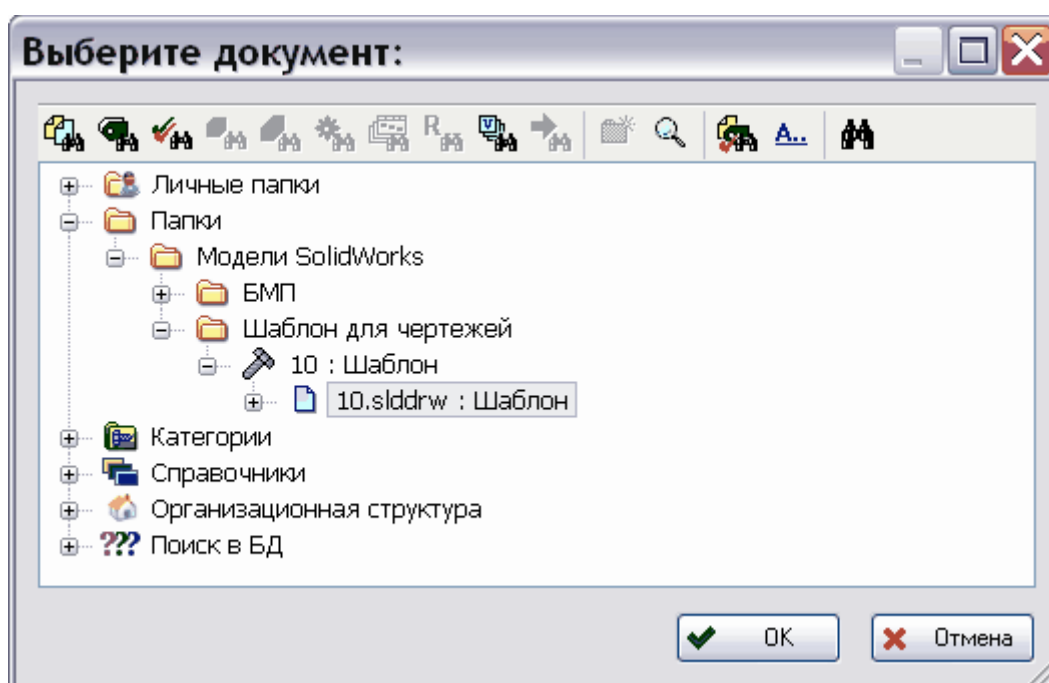

Рис. 72
1. В менеджере документов нажмите на кнопку **Создать по шаблону** . При этом откроется диалоговое окно **Выберите документ** (Рис. 72).
2. В папке «Шаблон для чертежей» выберите документ с шаблоном – **10.slddrw** (Рис. 72).